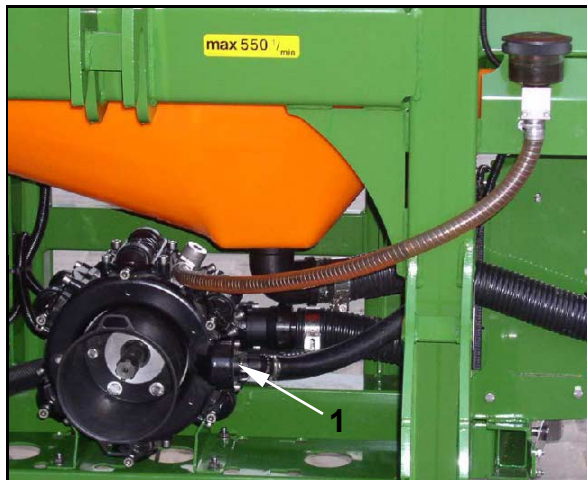

Bild 217
9. Demontera tryckslangen (Bild 217/1) för pumpen, så att vattnet från tryckslangen och VARIO-kran-tryck kan rinna ut.